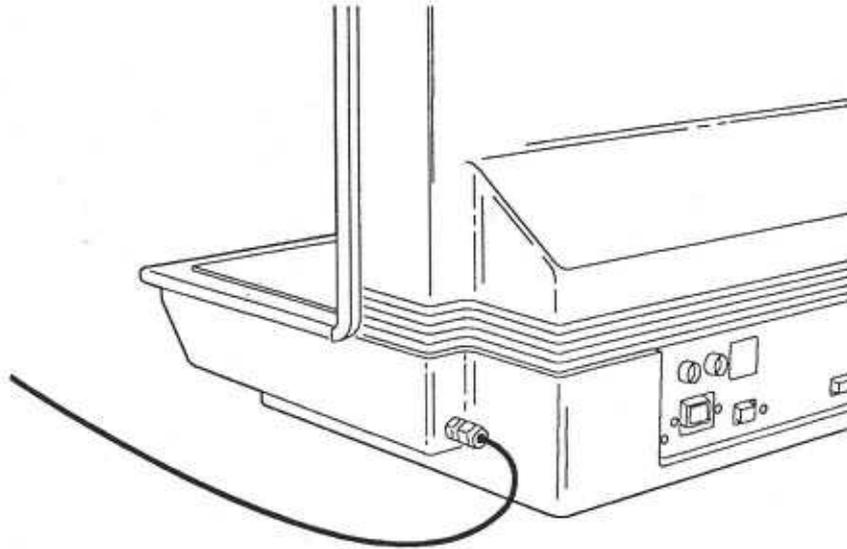

Bild 19
2. Schließen Sie Ihre Kältemittelquelle mit einem entsprechend druckfesten Schlauch mit einem Durchmesser von $\frac{1}{4}$ Zoll an den Kühlluftanschluß ("AIR COOL"; s. Abb. 19) Ihres Moduls an.